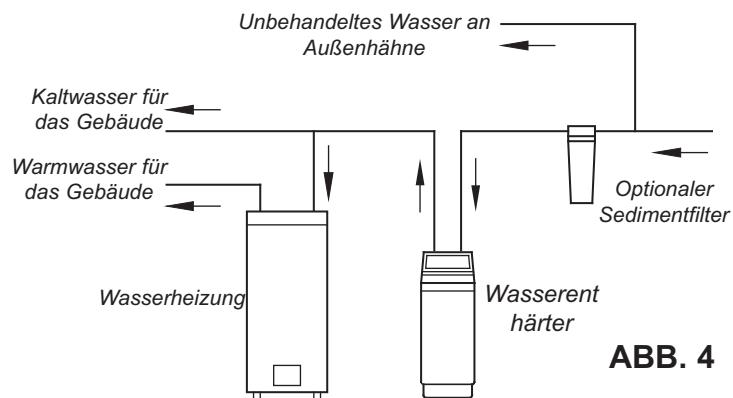

ABB. 4
12. Verwenden Sie eine Schlauchklemme, um den Schlauch festzuhalten. Wenn die örtlichen Anschlussvorschriften die Verwendung eines biegsamen Ablaufschlauchs nicht gestatten, ist ein steifer Ventilablaufschlauch zu verwenden. Kaufen Sie eine Druckarmatur (1/4" x 1,25 cm O.D.) und einen Schlauch von 1,25 cm in Ihrem örtlichen Baumarkt. (Siehe Abbildung 4).